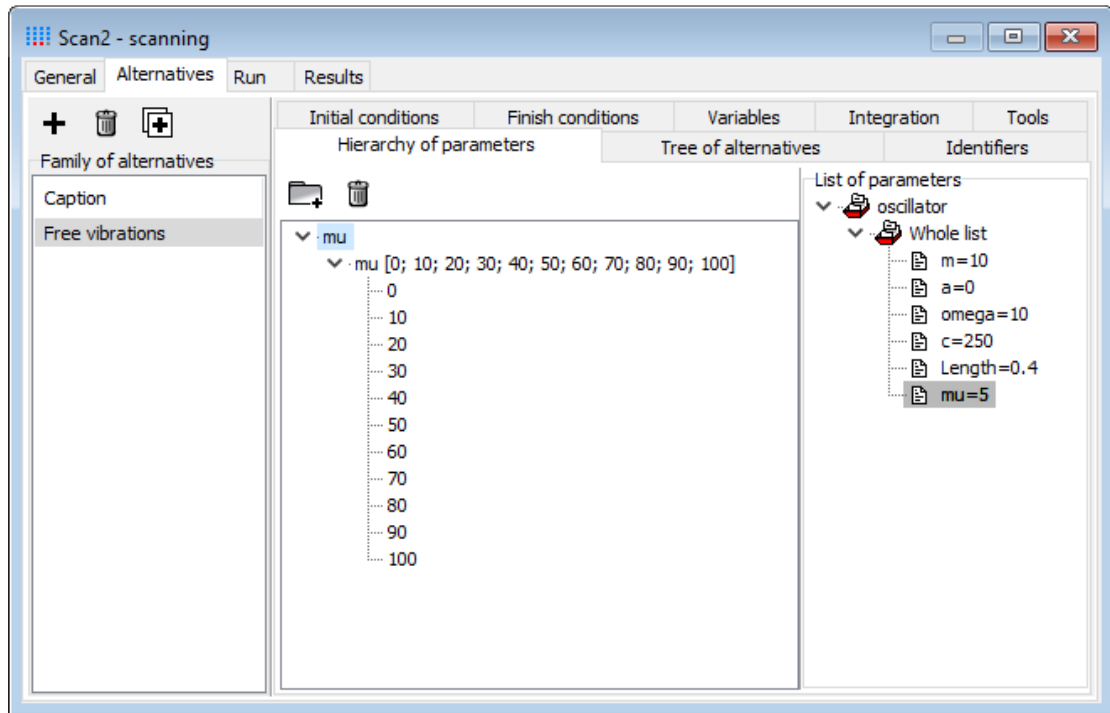

图 2.6 参数的层次结构
3. 点击 **OK**，回到 **Scanning** 项目界面。此时，窗口中部参数的层次结构（**Hierarchy of parameters**）页面显示了新添加的参数 **mu**，位于 **Group1**，如图 2.6 所示。